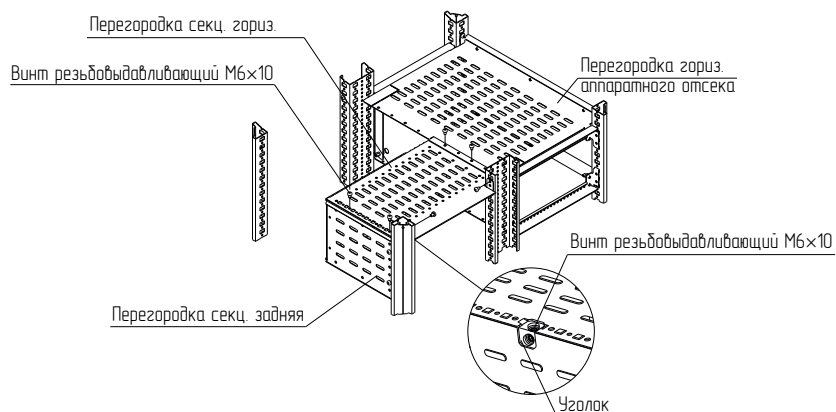
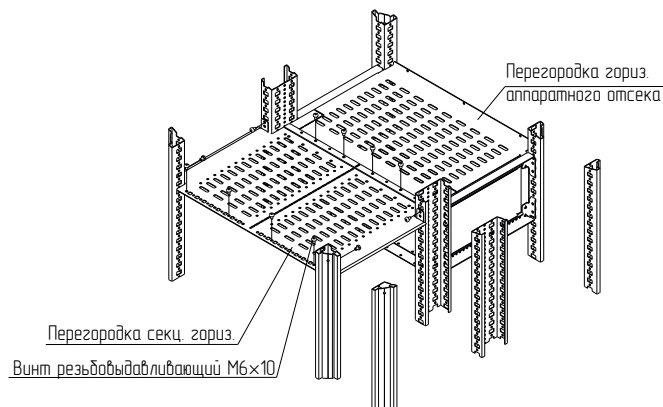

Рисунок 150
Рисунок 151
Примечание – Перегородка секционирования горизонтальная имеет перфорацию и может быть преобразована в две отдельные перегородки для шинного и кабельного отсека (рисунок 150), а также может использоваться в качестве горизонтальной перегородки для сборных шин при организации формы секционирования 2b в распределительных панелях (рисунок 151).
4.49.3 Закрепить перегородку секционирования горизонтальную на стойках каркаса. Для крепления использовать винты М6×10 (рисунок 150, 151). Момент затяжки – 7 Н·м.
4.49.4 Соединить перегородку секционирования горизонтальную с перегородкой секционирования горизонтальной аппаратного отсека винтами М6×10 (рисунок 150, 151). Момент затяжки – 7 Н·м.
4.49.5 Соединить перегородку секционирования горизонтальную с перегородкой секционирования задней при помощи уголков и винтов М6×10 (рисунок 150). Момент затяжки – 7 Н·м.